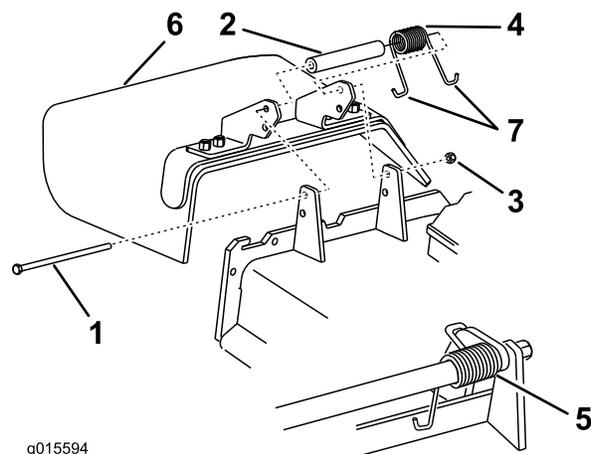

Figure 104
Remarque: Prenez soin de placer une extrémité en J du ressort derrière le bord du plateau avant de mettre le boulon en place, comme indiqué à la Figure 104.
3. Remettez le boulon et l'écrou en place. Accrochez une extrémité en J du ressort au déflecteur d'herbe (Figure 104).
1. Retirez le contre-écrou, le boulon, le ressort et l'entretoise qui fixent le déflecteur aux supports de pivot (Figure 104). Déposez le déflecteur d'herbe s'il est endommagé ou usé.